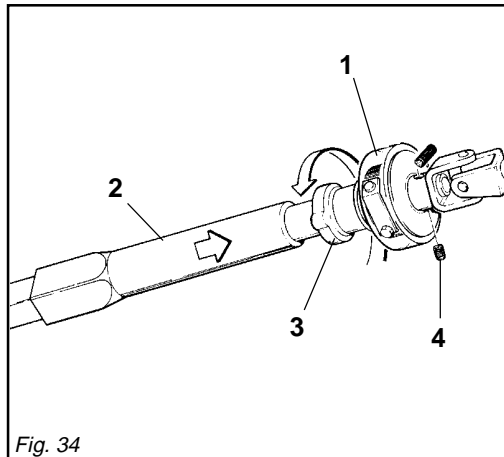

Fig. 34
- Disinserire quindi l'albero di trasmissione del seminatore (Fig. 34) come segue:
- Spingere il manicotto (2 Fig. 34) nel senso indicato dalla freccia;
- Premere in avanti e ruotare la ghiera (3 Fig. 34) finché si libera dalla spina in ferro (4 Fig. 34);
- Tirare indietro, a fine corsa, il manicotto (2 Fig. 34).
- Disconnect the seeder drive shaft (fig. 34) as follows:*
- *Push the sleeve (2 fig. 34) in the direction shown by the arrow;*
- *Press the wheel nut forward and rotate it (3 fig.34) until it is free from the iron pin (4 fig. 34);*
- *Pull the sleeve back at the end of its run (2 fig. 34).*
- Dann die Antriebswelle des Säelements (Abb. 34) wie folgt aussetzen:
- Die Muffe (2 Abb. 34) in Pfeilrichtung schieben;
- Nach vorne drücken und die Ringmutter (3 Abb. 34) drehen, bis sie vom Eisenstift (4 Abb. 34) frei ist;
- Die Muffe (2 Abb. 34) nach rückwärts bis zum Endanschlag ziehen.
- Séparer donc l'arbre de transmission du semoir (Figure 34) par la procédure suivante:*
- *Pousser le manchon (2 Figure 34) dans la direction indiquée par la flèche;*
- *Pousser en avant et tourner la bague (3 Figure 34) jusqu'à ce qu'elle se dégage de la cheville en fer (4 Figure 34);*
- *Tirer en arrière le manchon (2 Figure 34) à la fin de sa course.*
- Luego, desinsertar el eje de transmisión del sembrador (Fig. 34) de la manera siguiente:
- Empujar el mango (2 Fig. 34) en el sentido que indica la flecha.
- Apretar hacia adelante y girar la brida (3 Fig. 34) hasta que se libere de la clavija de hierro (4 Fig. 34).
- Al final de la carrera, halar hacia atrás el mango (2 Fig. 34).
- Ogni albero di trasmissione è provvisto di un limitatore di coppia con avvisatore acustico (1 Fig. 34) che, alla rottura della spina (4 Fig. 34),